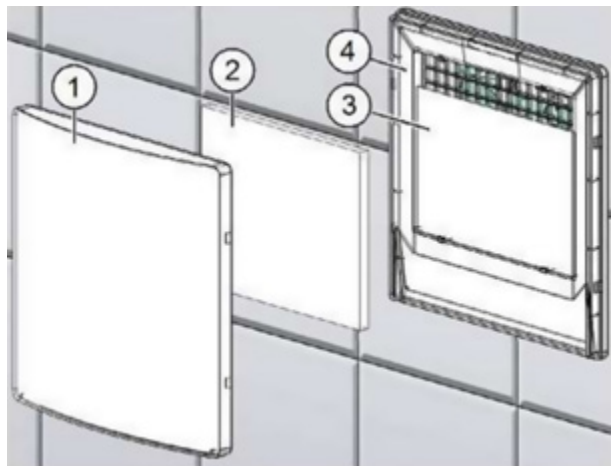

Abb. 12: Filter und Reguliervlies wechseln
- Greifen Sie an einer Ecke von unten in den Ansaugdeckel (Pos. 1 in Abb. 12) und ziehen Sie den Ansaugdeckel vom Filterträger (Pos. 4 in Abb.12) ab.
- Entnehmen Sie den gebrauchten Filter (Pos. 2 in Abb. 12).
- Wechseln Sie bei starker Verschmutzung auch das Reguliervlies (Pos. 3 in Abb.12; nur bei Lüftern mit einer Luftleistung von 60 m³/h mit seitlichem Ausblas).